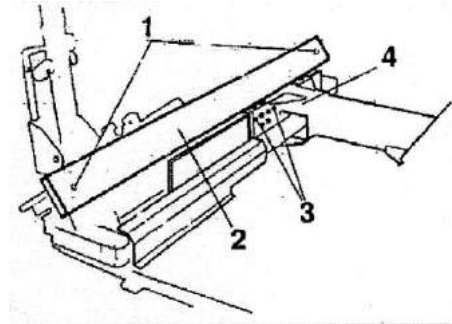

Рисунок 36
- e) Ослабьте четыре контрольные стопорные гайки (поз. 1, Рисунок 36).
- f) Закрутите шесть контрольных винтов на скользящем башмаке (поз. 2, Рисунок 36) на четверть оборота.
h) Закрутите четыре контрольные стопорные гайки (поз. 1, Рисунок 36).